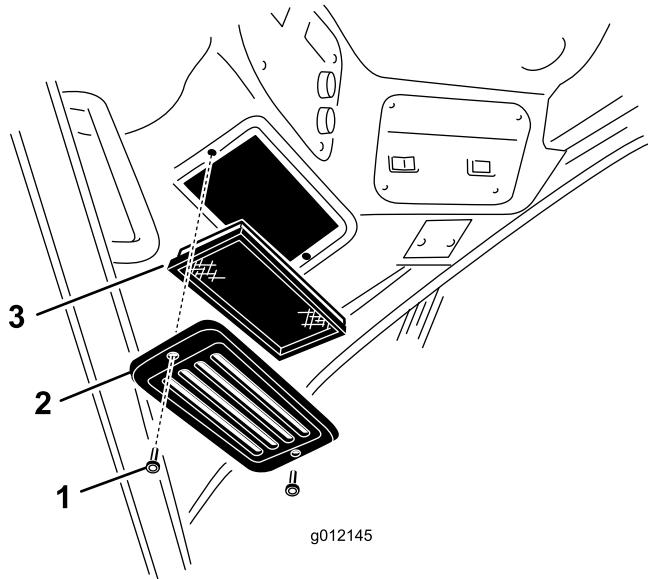

Figure 89
1. Retirez les vis à oreilles et les grilles des filtres à air intérieur et arrière de la cabine (Figure 89).